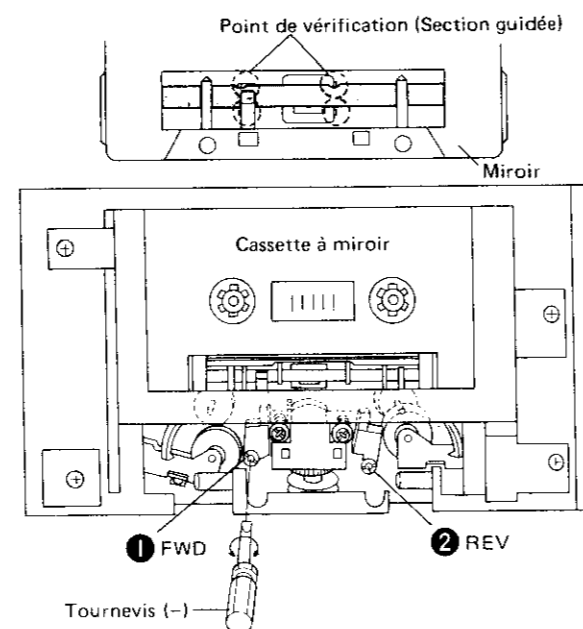

Fig. 12-4 Réglage du défilement de bande
2. Régler l'écrou ① pour assurer qu'entre les guides et les têtes d'enregistrement et d'effacement, la bande ne se gondole pas. Voir Fig. 12-4.
4. Régler l'écrou ② pour assurer qu'entre les guides et la tête d'enregistrement et la tête factice, la bande ne se gondole pas.